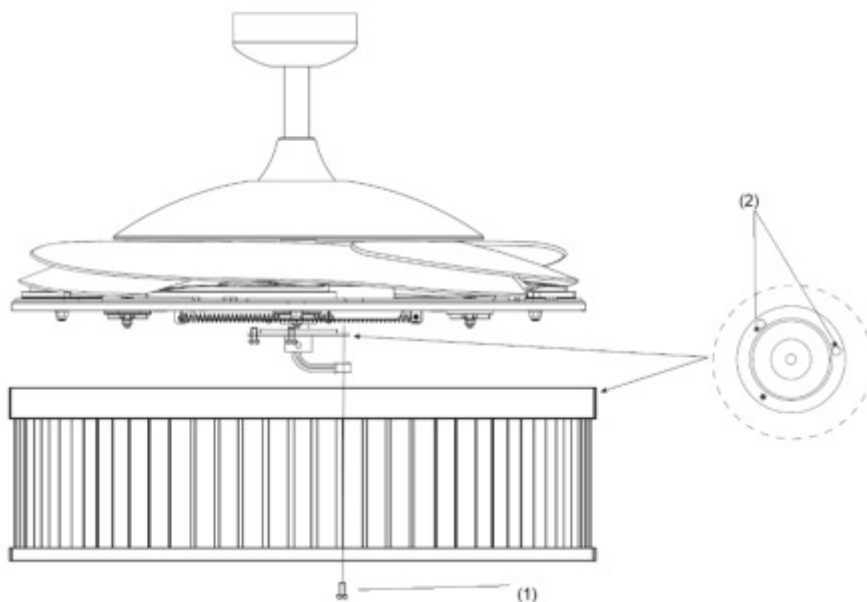

Fig. 6
INSTALLAZIONE DEL KIT LUCE (Fig. 6 e 7)
1. Allentare la vite (1) dal supporto sul ventilatore. Allineare le due viti con i fori (2) sulla staffa del kit luce (7) (Fig. 6).
2. Ruotare il kit luce in senso antiorario finché le viti non sono fissate saldamente all'estremità delle fessure (2).
3. **Fissare la vite (1) al supporto del paralume. Serrare tutte le tre viti. Non avvitarle eccessivamente.**